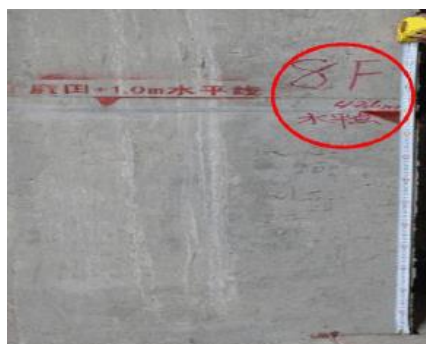

图 1：水平线示例
①水平线：由土建提供的建筑标高水平线，是贯穿各楼层地面、空间的标高控制线，如图 1；